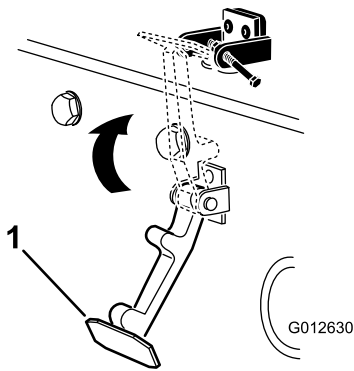

Bild 5
6. Haken Sie den Riegel in die Halterung des Motorhaubenriegels ein (Bild 5).